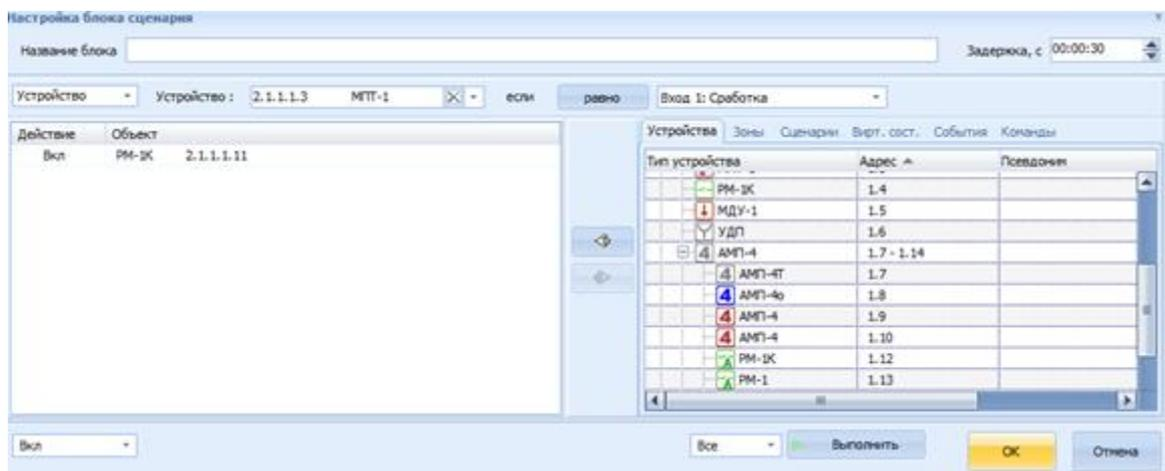

Рисунок 9.45 – Окно «Настройка сценария», добавили в исполнительный блок PM-1K (1.11)
6) из правого окна в левое переместить РМ-1К с адресом 1.11, выбрать действие Вкл, установить задержку 30 секунд и нажать кнопку ОК (т. к. в случае сработки МПТ-1 в промежуток времени от 0 до 30 секунд должен включиться РМ-1К с адресом 1.11) (рисунок 9.45),